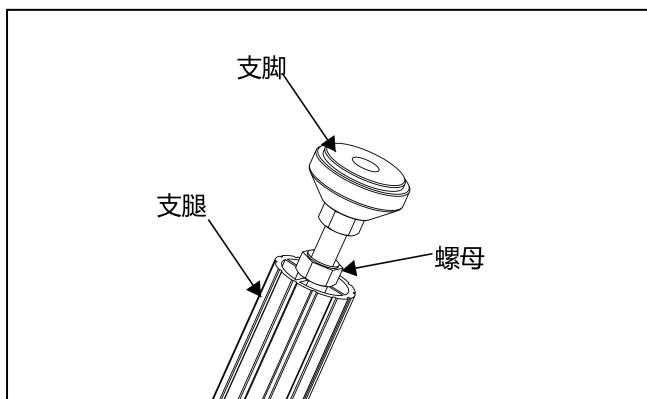

图 9
1. 将支脚旋进支腿底部，如图 9 所示。此时不要锁紧螺母，以便在后续步骤中能够调节支腿的高度。